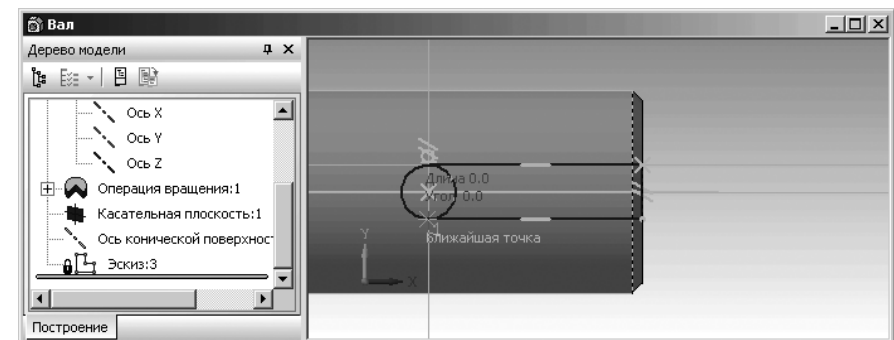

Рис. 2.97. Результат построения окружности и непрерывной линии для создания шпоночного паза
- переместите указатель мыши влево по нижней второй горизонтальной вспомогательной прямой до точки касания с окружностью, а затем щелкните мышью. Построится третий отрезок эскиза (рис. 2.97.)